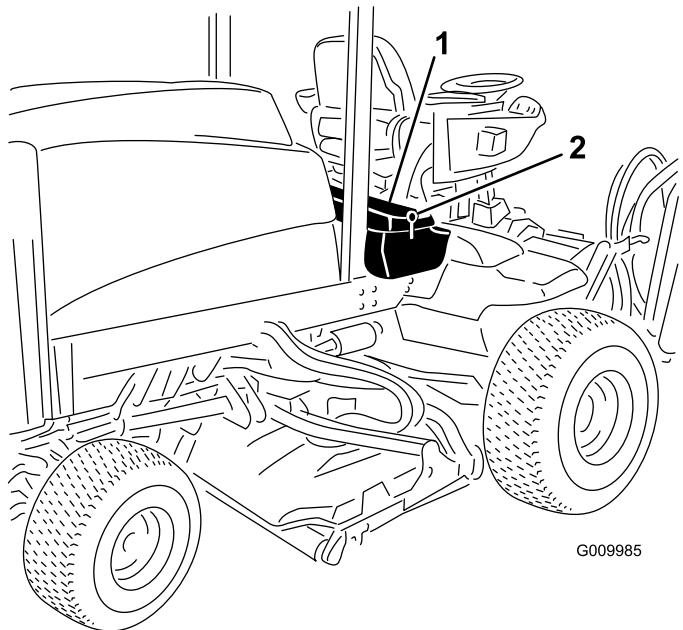
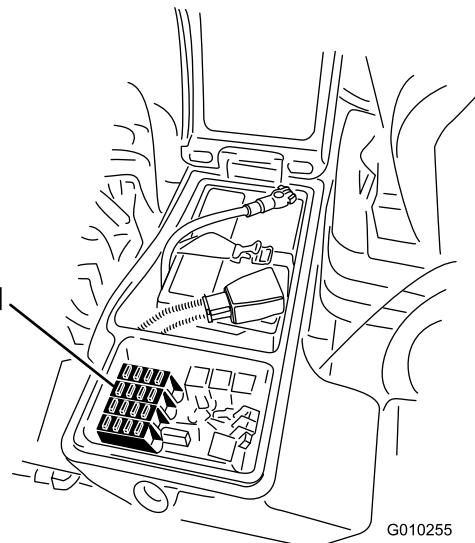

Figura 51
Figura 52
(Figura 51) per esporre il portafusibili (Figura 52).
2. Sostituite il fusibile aperto (o fusibili aperti) come opportuno (Figura 52).
3. Chiudete il coperchio del vano portaoggetti di destra e fissatelo con il dispositivo di chiusura (Figura 51).